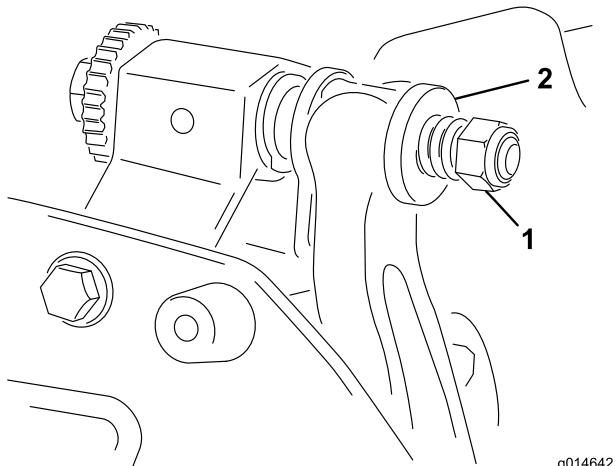

図 16
- スプリングがつぶれるまでテンション・ナットを締め、そこから半回転戻す図 16。